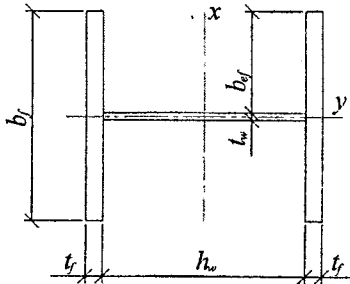

Рисунок 13.1 – Схема перерізу центрально стиснутої колони у вигляді широкополичного зварного двотавра
1. Накреслити схему, яка наведена на рис. 13.1, і виконати обчислення згідно з прикладом, наведеним нижче.